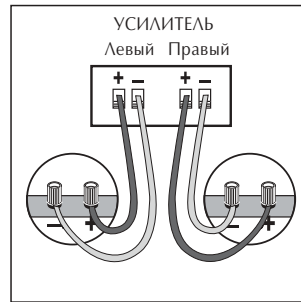

РИС. 12
- Окончив вырезание отверстия, найдите и извлеките из отверстия ранее проложенные провода. При подключении следуйте руководству, прилагаемому к усилителю. Зачистите провода от изоляции на концах (12 мм) и оформите зачищенный конец каждого провода (скрутите разрозненные проводники в единую жилу каждого провода, таким образом, Вы получите две отдельные, плотные жилы). Обратите внимание, что одна из клемм на задней части громкоговорителя красная (+), а другая чёрная (-). Удостоверьтесь, что подключаете красную клемму (+) Вашего усилителя (ресивера) к красной клемме (+) громкоговорителя, а чёрную клемму (-) усилителя к чёрной клемме (-) громкоговорителя. У большинства акустических кабелей на одном из двух проводов имеется маркировка полярности (цветовая, рельефная или маркировка с помощью надписи) для удобства определения полярности подключения (рис. 12).